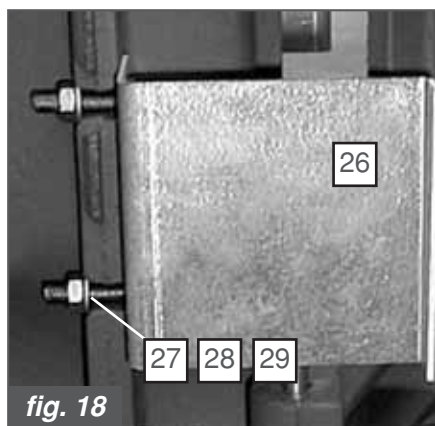

fig. 18
a) Montare sull'elemento anteriore le staffe 26 e bloccarle con le viti M8x35 27, i dadi 28 e le rondelle 29 (fig. 18).